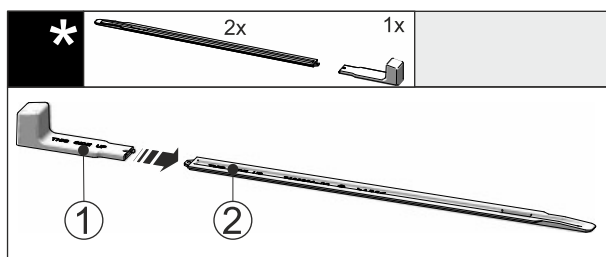

Fig. 97
- ▶ Вставьте монтажную ручку Fig. 97 (1) в выравнивающую рейку Fig. 97 (2).